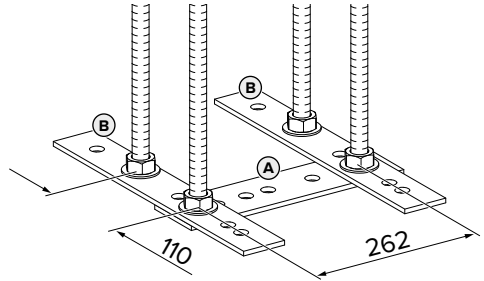
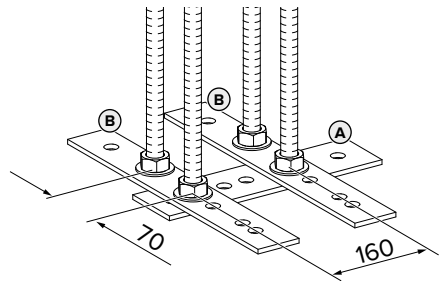

Fig. 1: Dimensions [mm]
Fig. 2: Dimensions [mm]
- Emboîter les tiges filetées dans les aciers plats en respectant les dimensions sur la Fig. 1 et la Fig. 2. Veiller à la disposition perpendiculaire (90°) de l'acier plat (A) et des aciers plats (B).